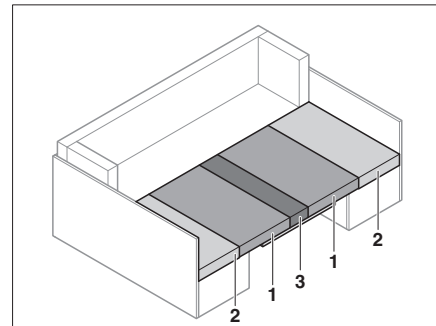

Bild 73 Efter ombyggnaden
- Drag sittdynorna (Bild 73,1) till mitten.
- Skjut in ryggdynorna (Bild 73,2) mellan sittdynorna (Bild 73,1) och ytterväggen.
- Lägg extradyna (Bild 73,3) mellan sittdynorna (Bild 73,1) på bordet.